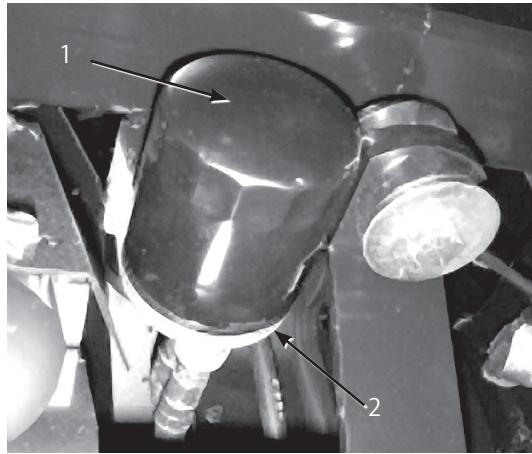

図33
2. 古いフィルタを外す(図33)。
3. フィルタ・アダプタのガスケットの表面をきれいに拭く(図33)。
4. 新しいフィルタのガスケットにオイルを薄く塗る(図33)。
5. アダプタに新しいフィルタを取り付ける。ガスケットがアダプタに当たるまで手でねじ込み、そこから更に1/2回転増し締めする(図33)。